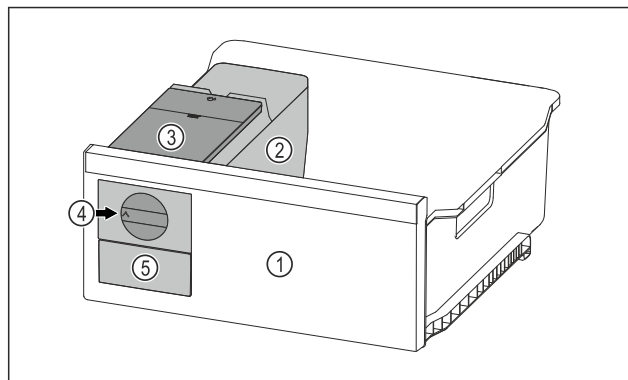

Fig. 120 Primjer izgleda
- Okrenite okretni gumb Fig. 120 (4) u smjeru kazaljki na satu do graničnika.
- Kockice leda padaju iz posude za kockice leda u ladicu za kockice leda Fig. 120 (5).